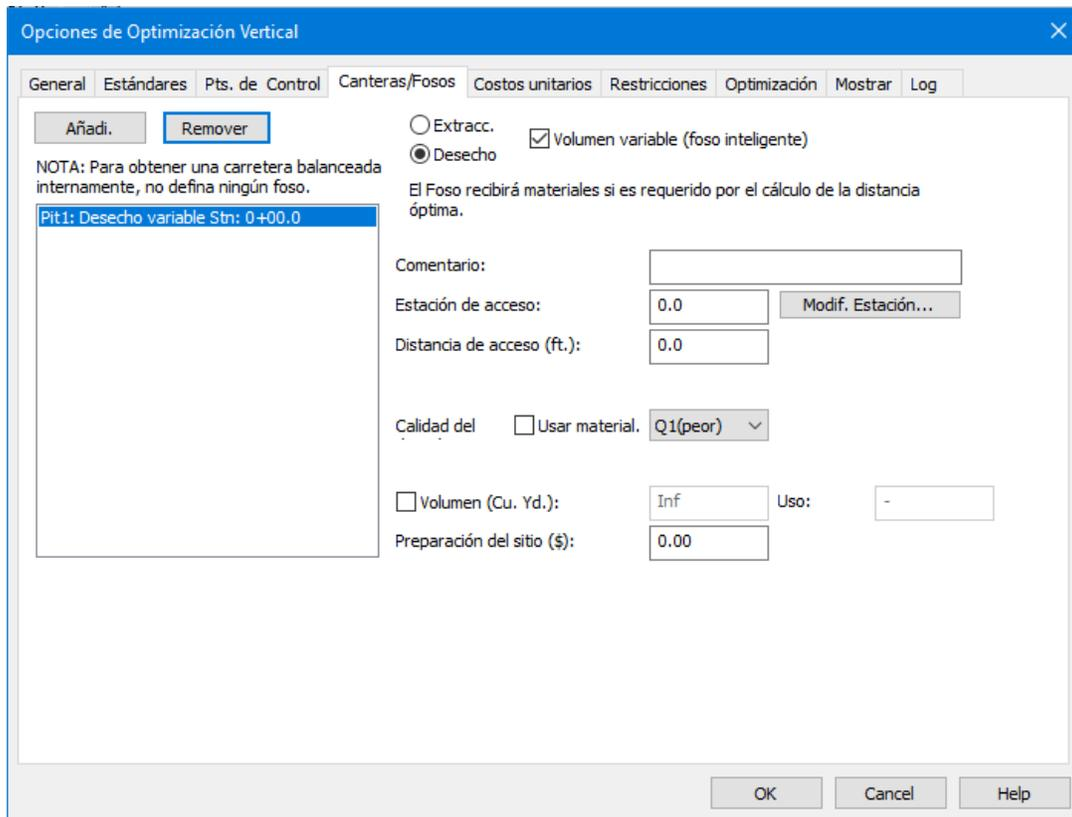

Figura 11-1: Pestaña de Canteras/Fosos para el Alineamiento Seleccionado
- Presione *Añadir*, localice un foso de desechos al comienzo del alineamiento, asegurando que *Volumen Variable (smart pit)* esté marcado como lo muestra la Figura 11-1.